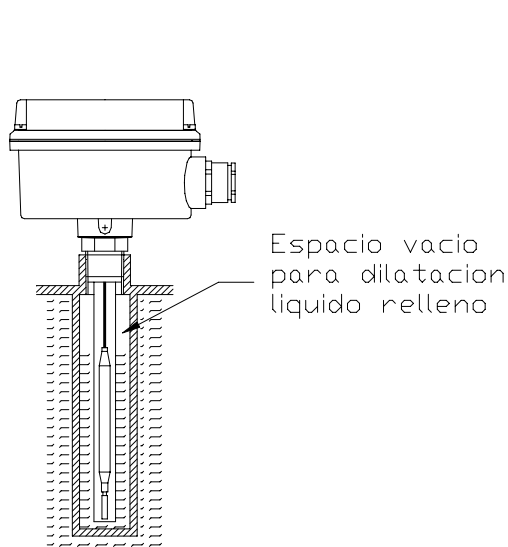

Fig. 3
- **Fundas adicionales de protección (Ver Fig. 3):**